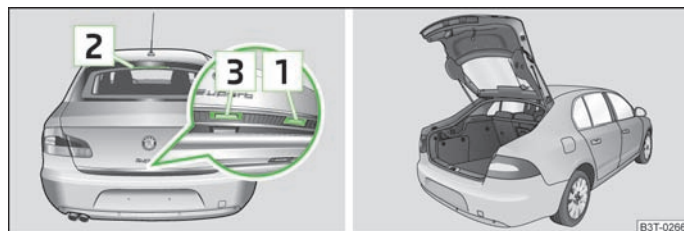

Abb. 19 Griff der Gepäckraumklappe / geöffnete große Gepäckraumklappe
Nach dem Entriegeln des Fahrzeugs kann die große Gepäckraumklappe » Abb. 19 geöffnet werden.
- › Den Griff **1** » Abb. 19 an der Unterseite der Gepäckraumklappe drücken.